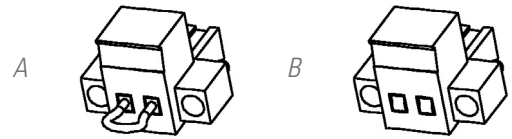

Abb. 14. Stecker für den externen Not-Aus-Schalter.
- Sobald der Anschlussstecker aus der Steckdose, in der er eingesteckt ist, herausgezogen wird. Dieser Stecker ist an einem Kabel als eine Art Brücke, die den Stromkreis schließt, angeschlossen (siehe Abb. 14-A).
- Oder, wenn der externe Schalter des Geräts und des Benutzers, der zwischen den Anschlüssen des Steckers installiert ist, betätigt wird (siehe Abb. 14-B) Der Anschluss am Schalter muss mit einem normalerweise geschlossenen Kontakt -NC- ausgestattet sein, der den Stromkreis öffnet, wenn er betätigt wird.